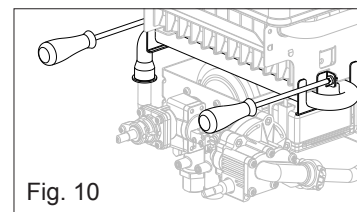

Fig. 10
- Svitare le viti che tengono in posizione il collettore (fig. 10)
N.B.: Si ricorda che per il funzionamento a GPL è necessario prevedere un regolatore di pressione all'alimentazione dell'apparecchio, regolato alla pressione di 30 mbar per il funzionamento a Gas Butano e 37 mbar per il funzionamento a Gas Propano. I valori sopra indicati devono essere misurati con un manometro la cui presa è collegata alla presa di pressione reperibile all'ingresso dell'apparecchio (fig. 10 - part. B).